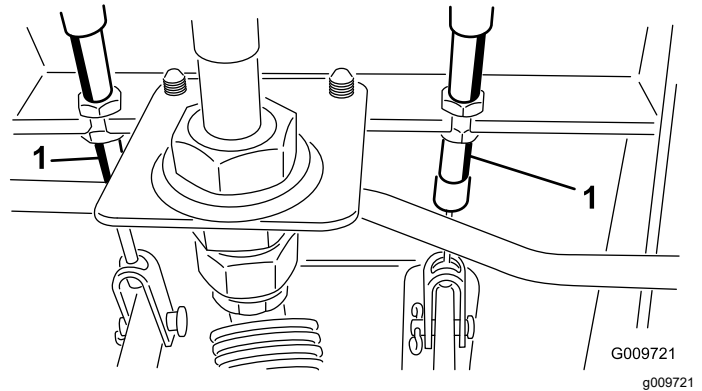

Bild 78
- A. Lockern Sie die vordere Mutter an der Gewindeseite des Bremszuges (**Bild 78**).